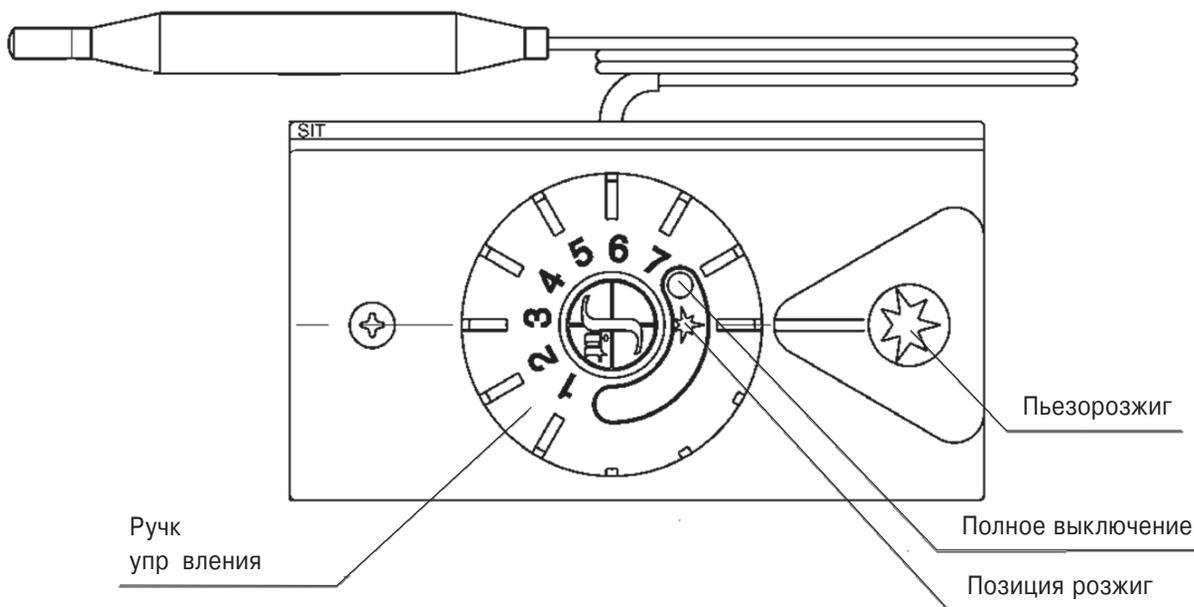

Рис. 5.
**Для котлов мощностью от 7,5 до 20 кВт с пьезорозжигом и основой из льянской ватки «630 EUROSIT» и инжекционной горелки Polidoro. (см. рис. 5)**